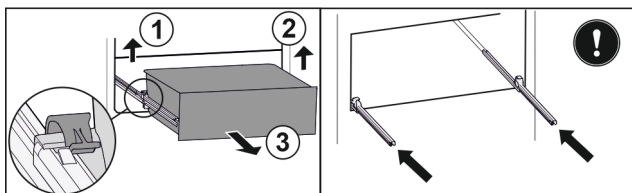

Fig. 197
- Linker klem optillen en gelijktijdig lade links naar voren trekken. Fig. 197 (1)
- Rechter klem optillen en gelijktijdig lade rechts naar voren trekken. Fig. 197 (2)
- Lade naar voren toe verwijderen. Fig. 197 (3)